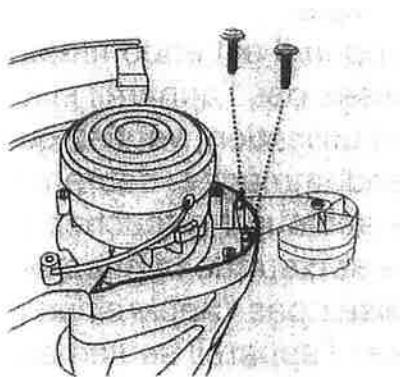

Fig.3
Insérez le dispositif de sécurité (11) sur la protection de sécurité et le fixer avec 2 vis. (Fig.3)